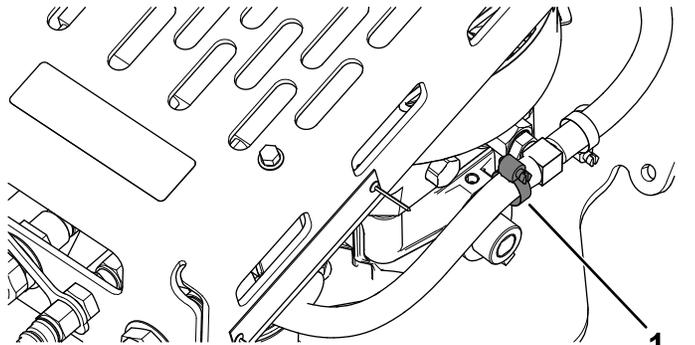

Figure 7
8. Fixez le raccord en T sur l'ensemble flexible au moyen du collier (Figure 7).